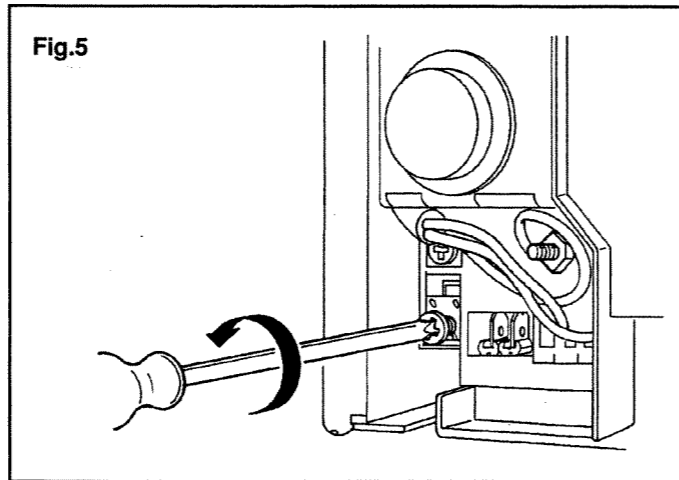

Fig.5
- * togliere il fissacavo (fig.5);